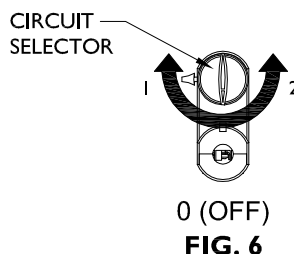

FIG. 6
5. Select the desired circuit with the circuit knob (1-0-2). FIG. 6
5. Sélectionner le circuit désiré à l'aide du sélecteur de circuit (1-0-2). FIG. 6